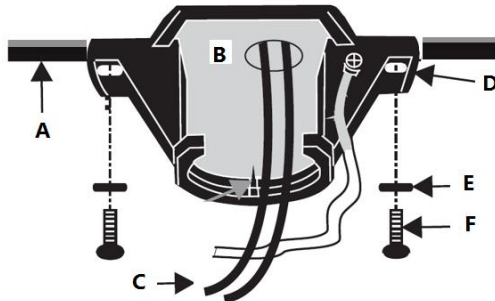

Fig. 7
Pase los cables de corriente (C) de la caja eléctrica del techo (B) por el centro del soporte mural del techo (D). Instale el soporte mural del techo (D) en la caja eléctrica (B) con los tornillos de montaje (F) incluidos con la caja eléctrica y las arandelas (E) incluidas con el ventilador. **Fig. 7**